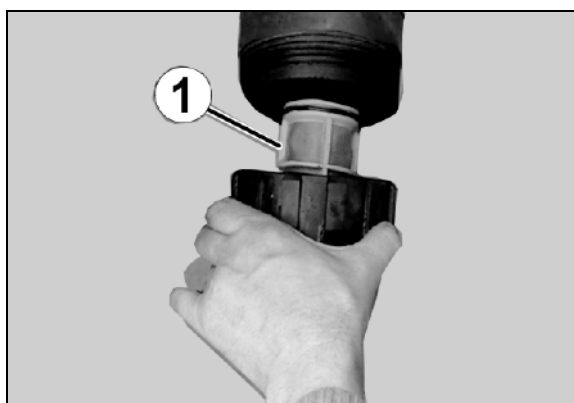

Fig. 143
2. Fjern trykkfilteret (Fig. 143/1) og rengjøre det med vann.
5. Fjern trykkfilteret (Fig. 143/1) og rengjøre det med vann.